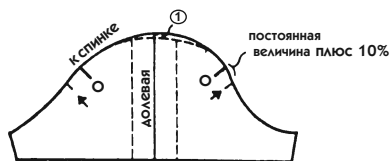
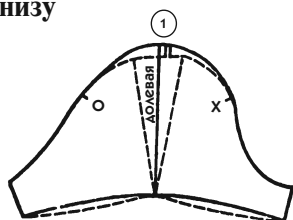
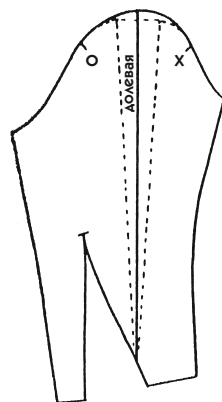

Рис. 647
Рис. 649
Рис. 650
2. Разрежьте лекало вдоль линии долевой нити (или работайте с лекалом на просвет), чтобы перенести чертеж на другой лист. Раздвиньте части рукава, добавив между ними необходимое расширение (пунктирные линии, параллельные линии долевой нити на рис. 647).
3. Посередине расширения проведите новую линию долевой нити (см. рис. 647).
- Отметьте новые засечки, надпишите длину, на которой должны располагаться сборки (например, 20 см). На рис. 647 они указаны стрелками.
1. Воспользуйтесь пояснениями для рис. 647, чтобы расширить рукав (скопируйте предыдущий рукав, не забудьте указать направление долевой нити и новые засечки).
Для иллюстрации одного приема даны 2 примера: на коротком (рис. 649) и длинном облегающем (рис. 650) рукавах. Разумеется, применение соборенных фалд не ограничивается только этими видами рукавов.
3. Посередине проведите новую линию долевой нити и начертите новый окат рукава, согласно пояснениям к рис. 647 (см. рис. 649 и 650).
4. Закруглите линию низа рукава, как показано на рис. 649.
3. Укажите новые засечки, основываясь на пропорциях, указанных для рукава на рис. 647 (см. стрелки на рис. 652). Расширение здесь более значительное, чем на предыдущем рукаве, перемещение засечек оправдано.
1. Сделайте первое преобразование базового лекала рукава, расширив его на одинаковую величину от низа до верха (воспользуйтесь техникой «сборки», как сказано в пояснении к рис. 647).
2. На рис. 658 представлен рукав с расширением более значительным, чем на рис. 647 и 649. Разрежьте первое лекало по линии долевой нити и расширьте его сверху (воспользуйтесь техникой «фалды», как показано на рис. 658).